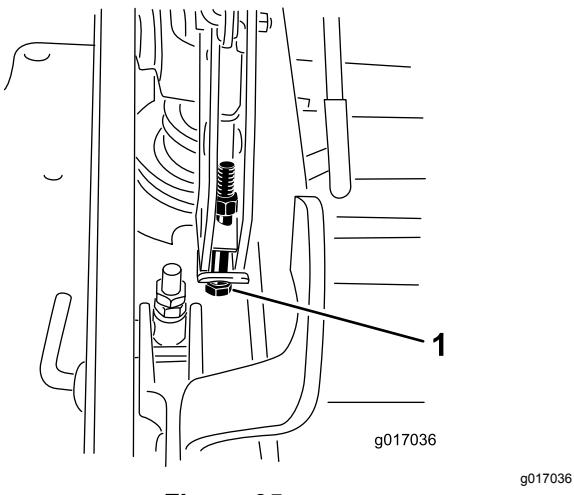

Figura 95
- Si la carcasa está demasiado baja, apriete el perno del ajuste de un solo punto girándolo en el sentido de las agujas del reloj. Si la carcasa está demasiado alta, afloje el perno del ajuste de un solo punto girándolo en el sentido contrario a las agujas del reloj (Figura 95).